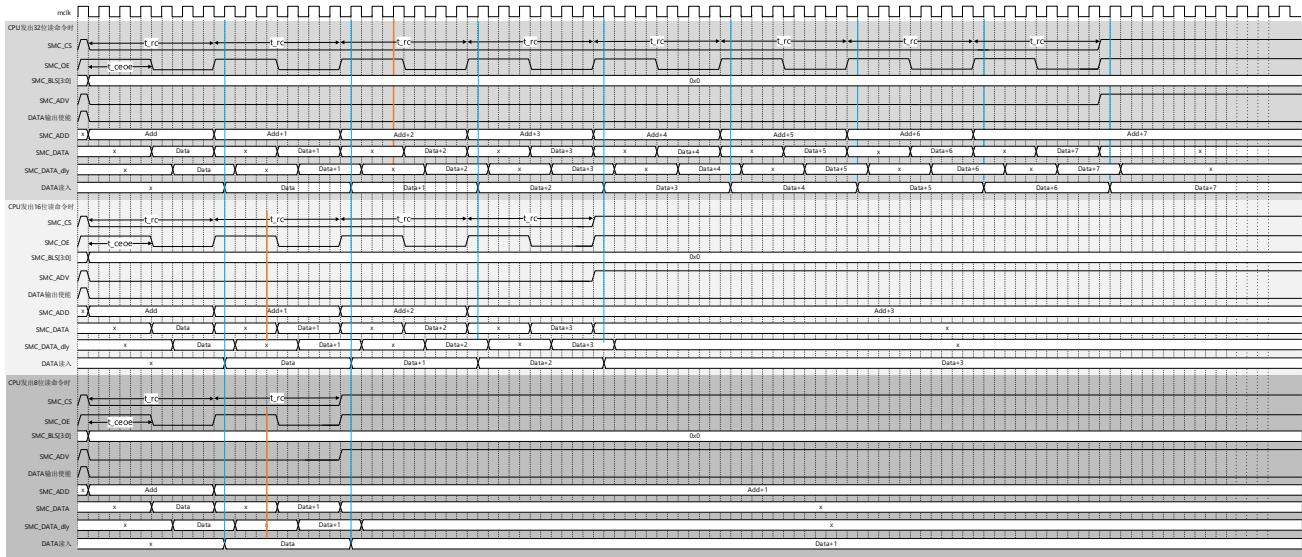
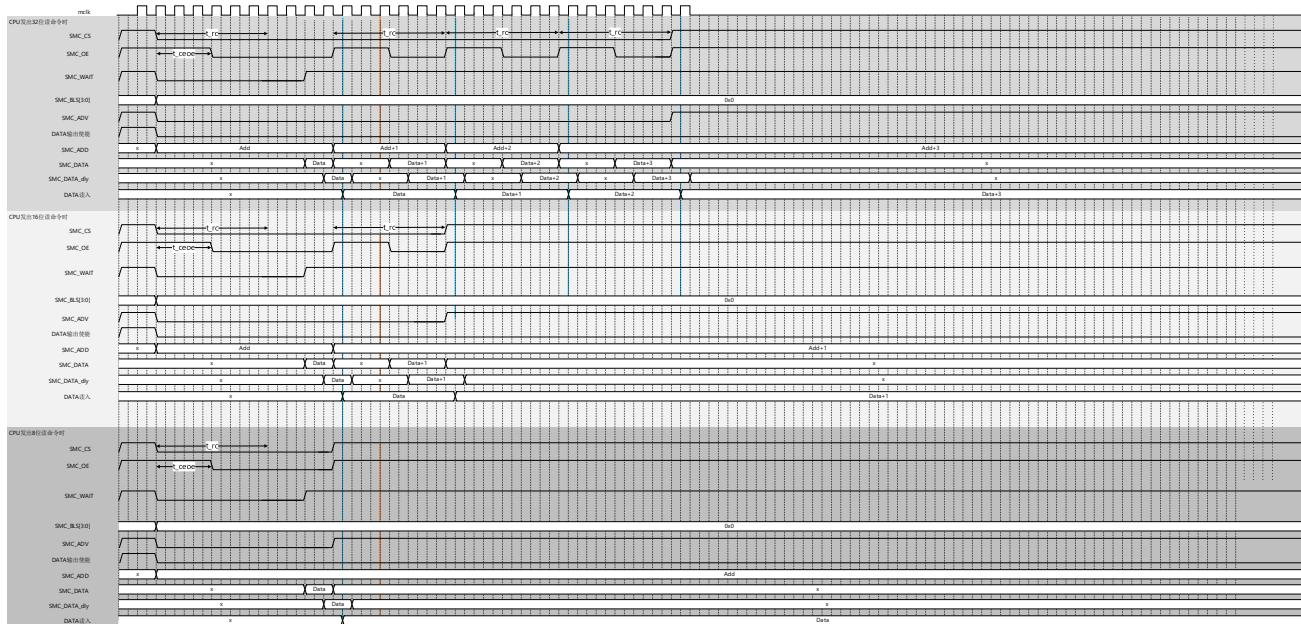

图 40-8 单次读动作基本时序 (异步方式 (RSYN=0) &16 位位宽 (MW=01))
图 40-11 单次读动作基本时序 (同步方式 (RSYN=1) &32 位位宽 (MW=10))
a) 表 40-7 和图 40-8~图 40-11 是单次读动作的基本时序图和设定例。